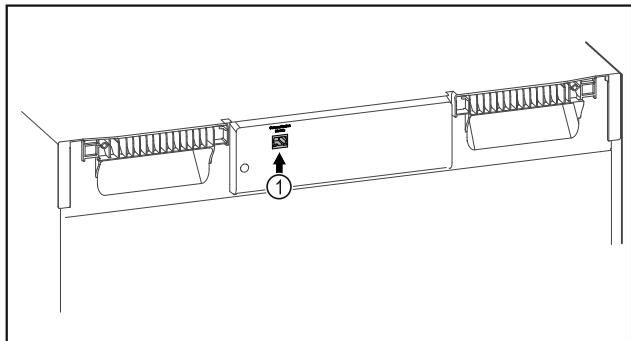

Fig. 85
- To SmartModule Fig. 85 (1) χρησιμοποιείται.